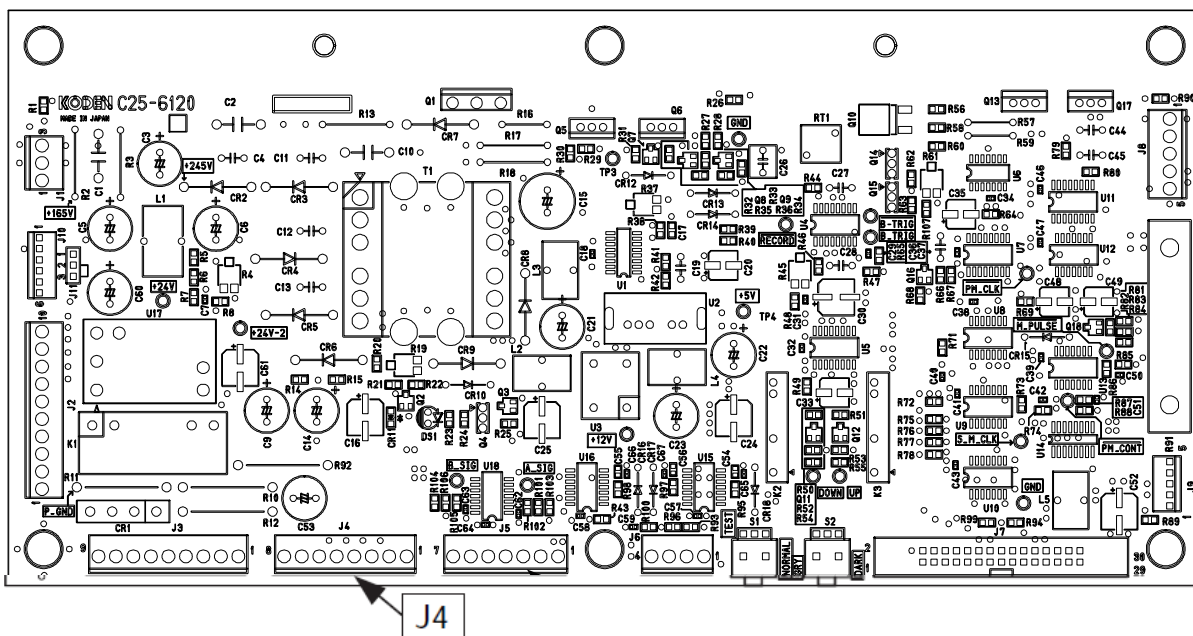

図 4.14 C25-6120 J4 配置説明図
1. 通電板と C25-6120 J4-1 ピン間の導通をテスターで確認してください。導通があれば正常です。導通がない場合は、通電板と C25-6120 J4 間のケーブルが異常です。（図 4.14 参照）